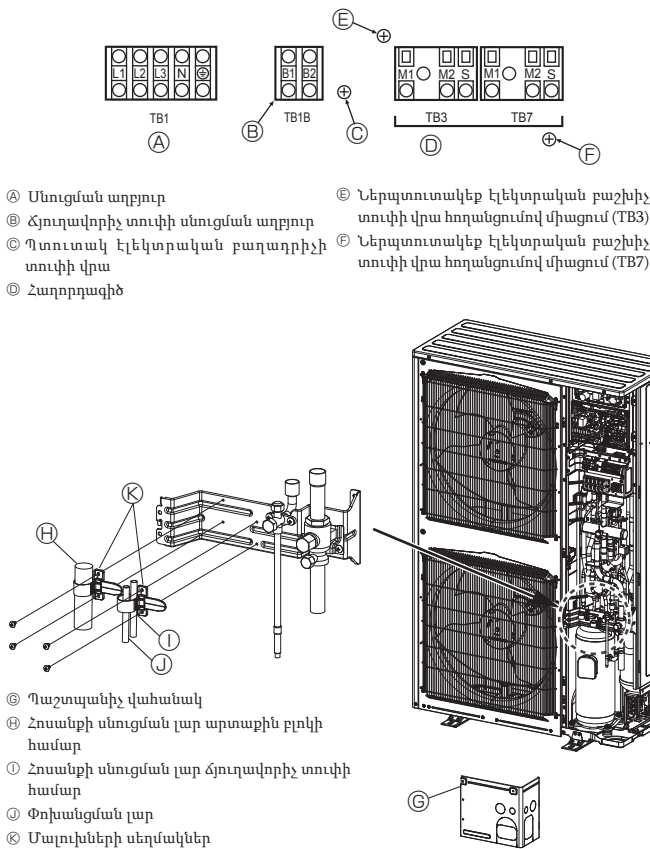

Fig. 6-1
6.2. Կառավարման տուփի և հաղորդագծերի միացումները (Fig. 6-1)
* Գործարանից դուրս գալիս փոխանցման (TB3) տերմինալային բլոկի (S) էկրանավորված սեղմակը միացված է (E) հողանցմանը:
4. Ֆիքսեք հոսանքի սնուցման և փոխանցման լարերը Թ սեղմակների օգնությամբ: Տե՛ս Fig. 6-1-ը: